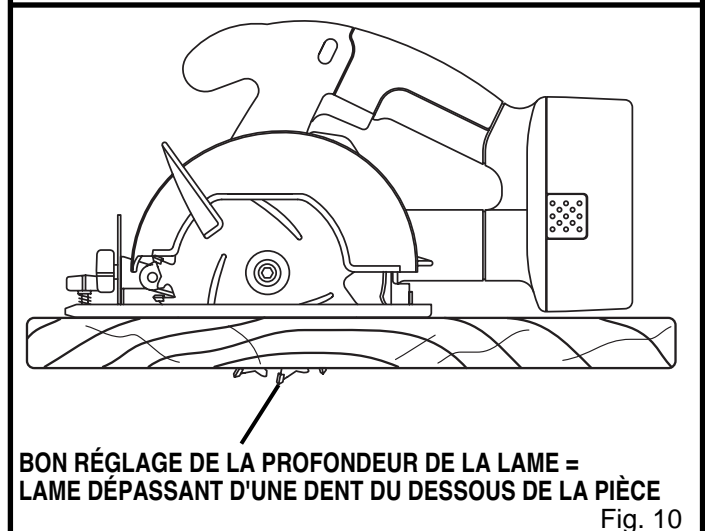

Fig. 10
- Maintenez toujours le réglage correct de profondeur de la lame — pour tous les types de sciage, celui-ci ne doit pas dépasser 6,4 mm (1/4 po) au-dessous du matériau à scier. Voir figure 10. Une partie de la lame équivalant à la hauteur d'une dent de la lame dépassant en dessous de la pièce à couper représente ce qu'il y a de mieux pour une coupe des plus efficace.